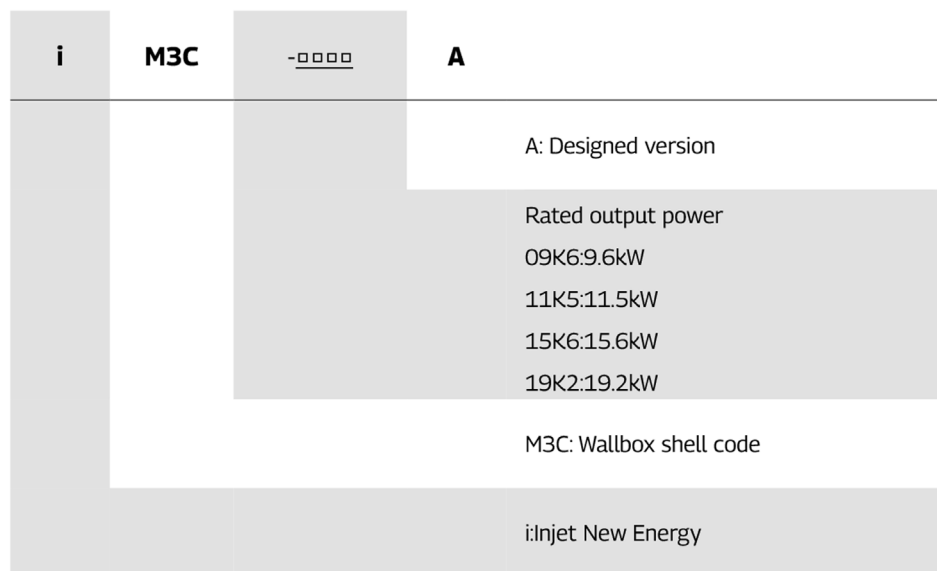

Fig. 4-3 Définition du numéro de modèle
- ▶ La définition du numéro de modèle du chargeur suit les règles indiquées à la Fig. 4-3.